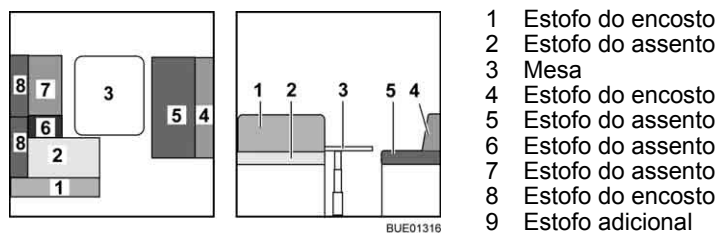

Fig. 146 Antes da transformação
- Transforme a mesa (Fig. 146,3) em base para cama (ver ponto 6.11).
- Retire os estofos do encosto (Fig. 146,1, 4 e 8) e coloque-os de lado.